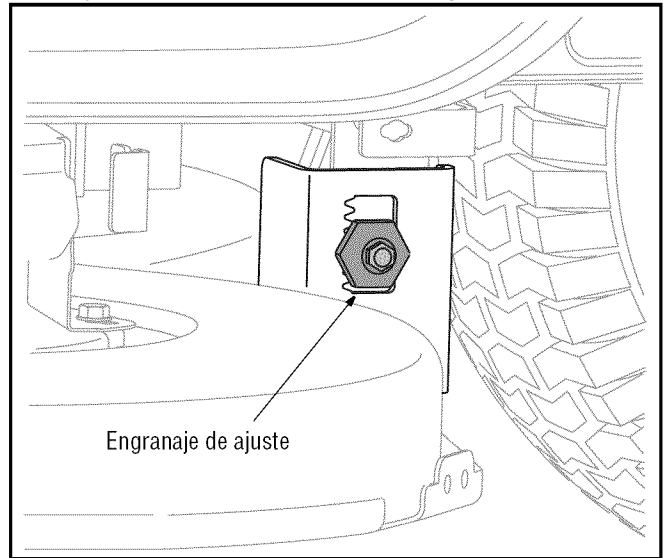

Figura 13
- Localice la contratuerca y la tuerca de seguridad que se encuentran en la parte delantera del soporte estabilizador. Vea la Figura 13. Después de aflojar la contratuerca: Ajuste la tuerca de seguridad para levantar la parte delantera de la cubierta; Afloje la tuerca de seguridad para bajar la parte delantera de la cubierta.
- Afloje, pero NO extraiga, el tornillo de cabeza hexagonal ubicado en la ménsula del gancho izquierdo de la cubierta. Vea la Figura 13.